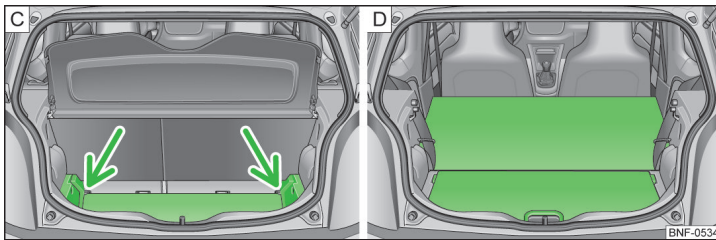

Fig. 71 Mărirea portbagajului: spre n jos / spre n față
- Ridicați podeaua variabilă și mpingeți-o n caneluri » fig. 71 - .